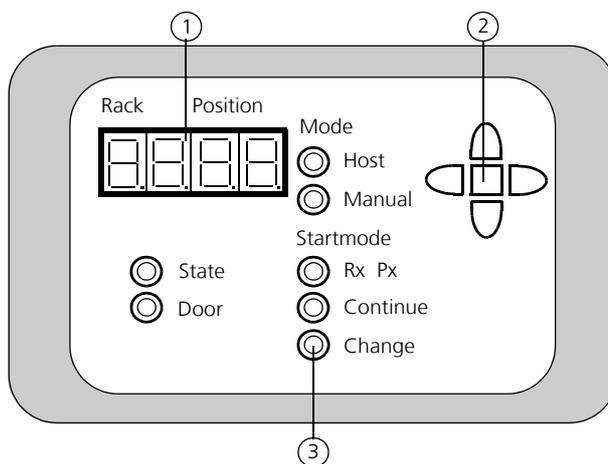

Abb. 68: Manuellen Wechsel durchführen
1. Die Taste ▼ und ▲ drücken, bis Lampe **Change** (→ Abb. 68/3) aufleuchtet.
2. Taste **[Enter]** ■ (→ Abb. 68/2) drücken. Alle Dezimalpunkte im Display des Bedienfeldes (→ Abb. 68/1) leuchten auf.